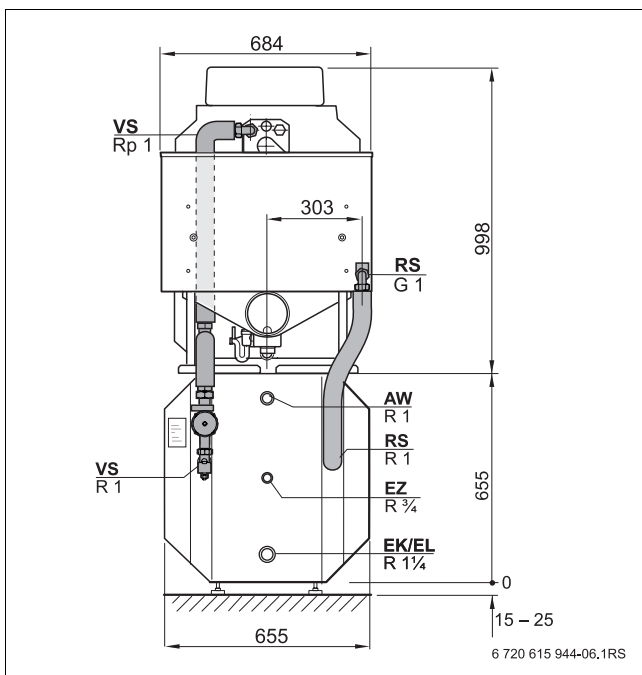

Fig. 1 Raccords de la chaudière et du ballon d'ECS
- ▶ Monter les raccords uniquement comme indiqué dans la fig. 1.